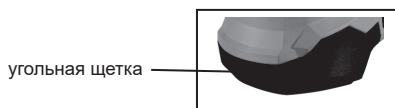

Рис. 8
Чтобы снять угольную щетку, снимите крышку (9), резиновый уплотнитель крышки и крышку щетки (в таком порядке) с внутренней стороны (см. рис. 8).